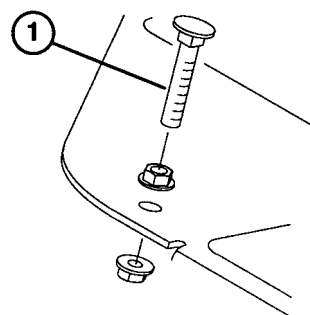

図 41
1. 走行ペダルを一杯まで踏み込んでみる。ペダルがストップ（図41）に当たる前にケーブルが張ってしまうようなら以下の手順で調整する：